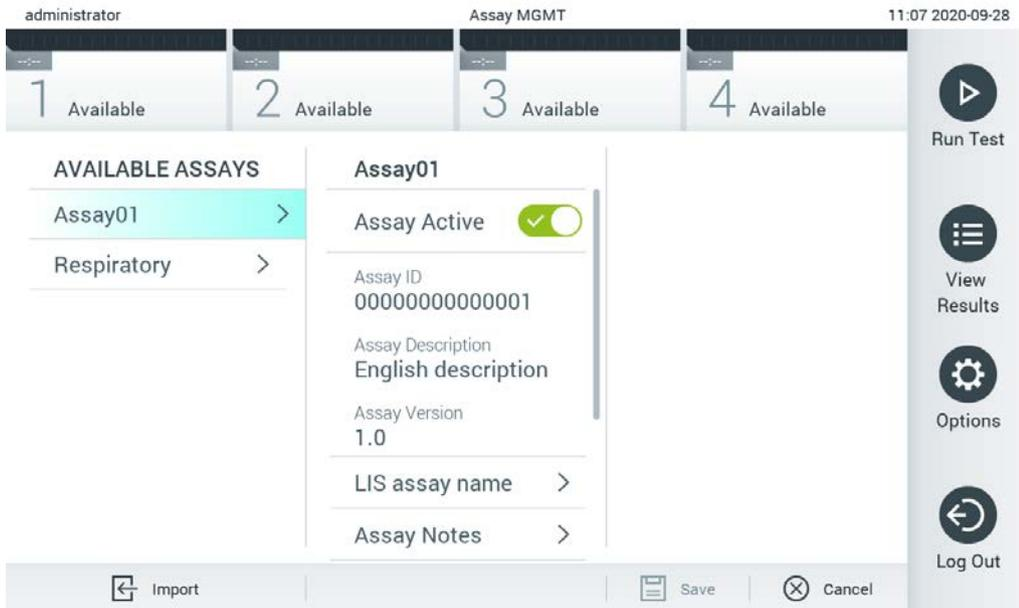

Figura 67. Activación del ensayo.
7. El ensayo quedará activo al pulsar el botón Assay Active (Ensayo activo; figura 67).